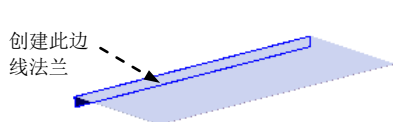
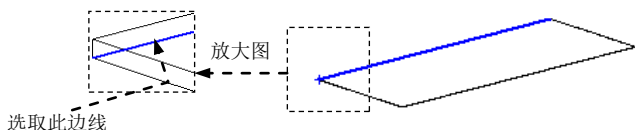

图 17.6.2 创建边线—法兰 1
图 17.6.3 定义特征的边线
Step2. 创建图 17.6.2 所示的钣金特征——边线一法兰 1。
(1) 选择命令。选择下拉菜单 **插入(I)** \rightarrow **钣金(B)** \rightarrow **边线法兰(E)...** 命令, 系统弹出“边线法兰”对话框。
(2) 定义特征的边线。选取图 17.6.3 所示的模型边线为生成的边线法兰的边线。